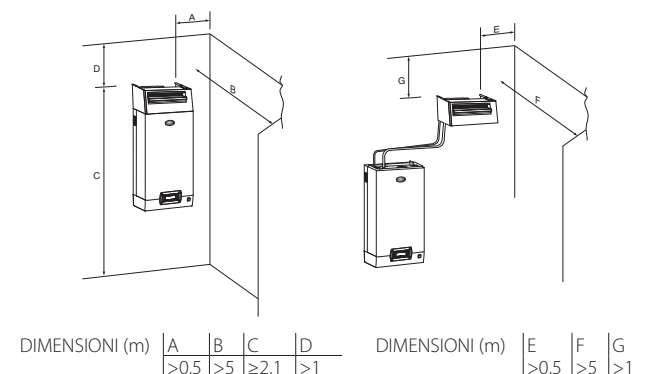

Fig. 3.c
- 2. il supporto di fissaggio a forma di "L" (vedi particolare 1 Fig. 3.c) è fornito con i distributori di vapore modelli da DP085* a DP025*. Per lunghezze inferiori il supporto può essere fornito come optional (cod. 18C478A088).
Attenzione: Per ottenere una corretta diffusione di vapore rispettare le distanze indicate nella fig. 3.c.